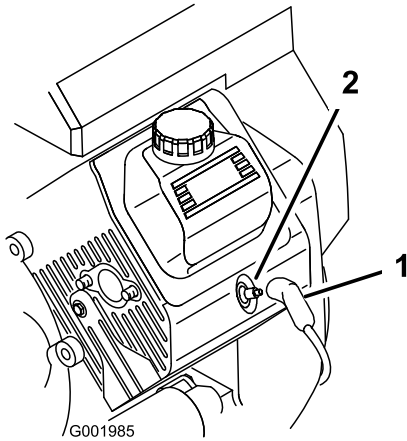

Figura 52
3. Staccate il cappello dalle candele (Figura 52).
3. Collegate i cappellotti alle candele (Figura 52).